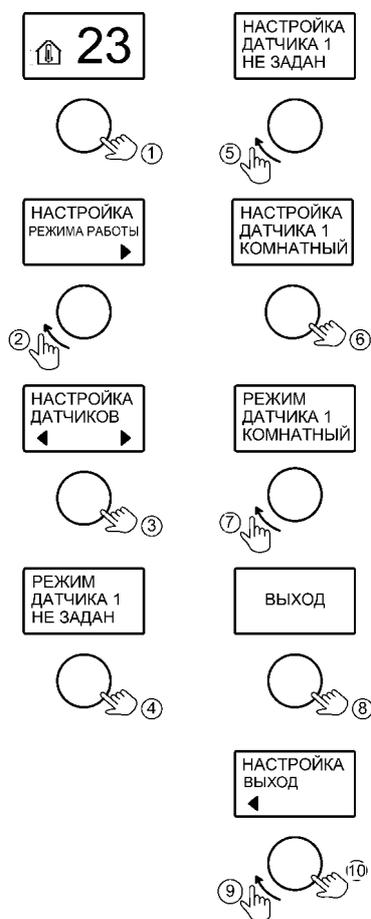

Рисунок 11. Настройка датчиков температуры воздуха
10.5 Вкладка «ДАТЧИКИ t° ВОЗДУХА» предназначена для активации предварительно подключенных датчиков температуры воздуха (см. рис.11).